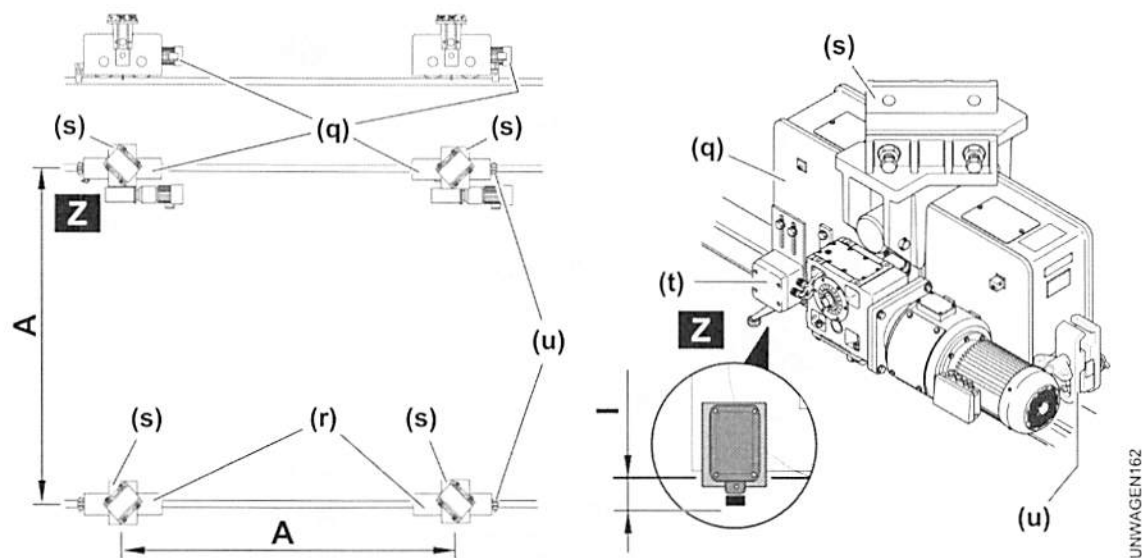

Fig. 88: Anordnung der Fahrwerke
- ▶ Radkästen entsprechend der Ausführung nach Maß A auf die Schienen setzen. (siehe: Tab. 95, Seite 152) | (siehe: Fig. 88, Seite 152)
- ☐ Die Anordnung der Kranfahrwerke wurde beachtet (siehe: Fig. 88, Seite 152) .